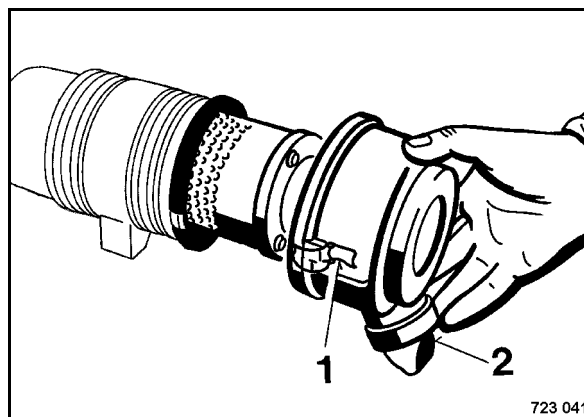

рис. 51
- Откинуть обе скобы крепления (1) (рис. 51).
- Очистить крышку корпуса и клапан удаления пыли (2).